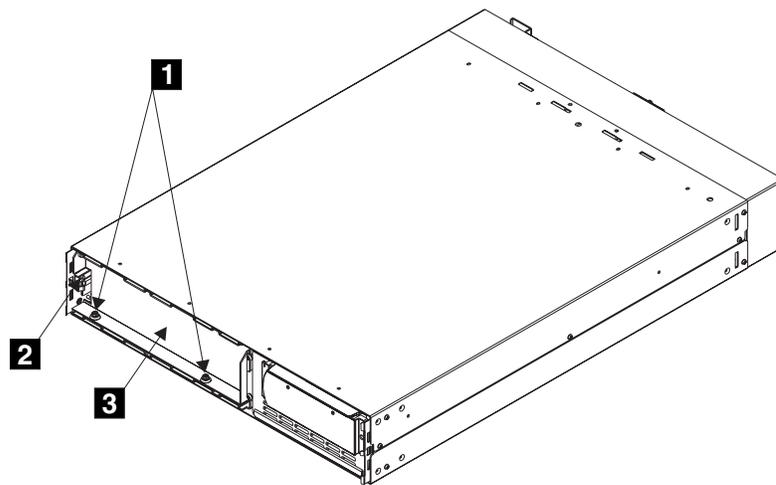

図 119. バッテリー保持ブラケットの取り外し
- c. ブラケット左側の 2 個のボルト **1** と追加のナット **2** を外し、バッテリー保持ブラケット **3** を取り外します。図 119 を参照してください。